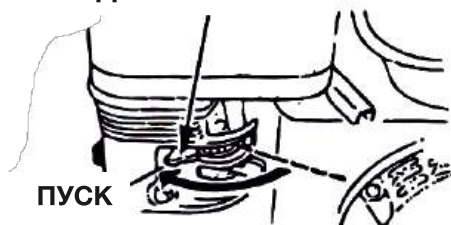

рис. 12
2. Если двигатель холодный или заводится с трудом, закройте дроссельную заслонку (рис.12). Откройте наполовину, если двигатель не успел остыть.